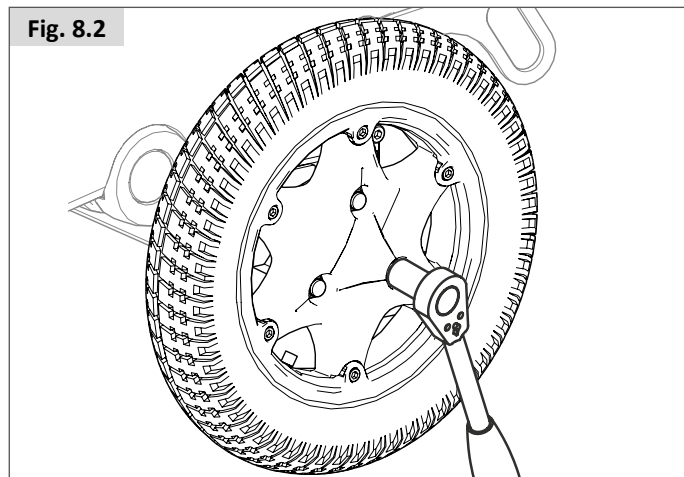

Fig. 8.7
- Til de band en de binnenband uit de buitenste rand, (Fig. 8.7).